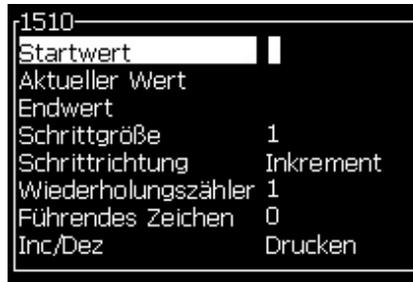

Abbildung 5-28: Dialogfeld New Counter (Neuer Zähler)
- Drücken Sie die Taste Enter, um das Dialogfeld für Counters (Zähler) zu öffnen (siehe Abbildung 5-28).
- Setzen Sie die Werte für alle Felder im Dialogfeld Counter Configuration (Zählerkonfiguration) (siehe Abbildung 5-28).